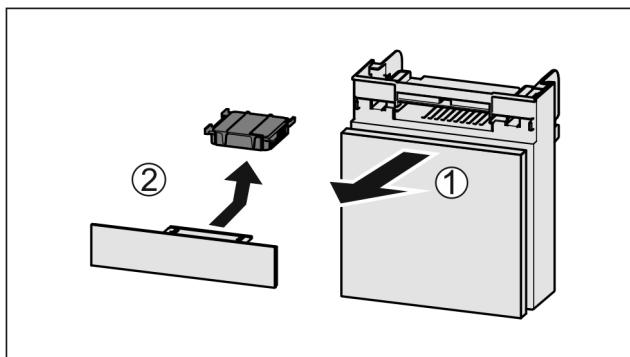

Fig. 50
- Издърпайте Fig. 50 (1) напред от отделението.
- Извадете Fig. 50 (2) филтъра с активен въглен.